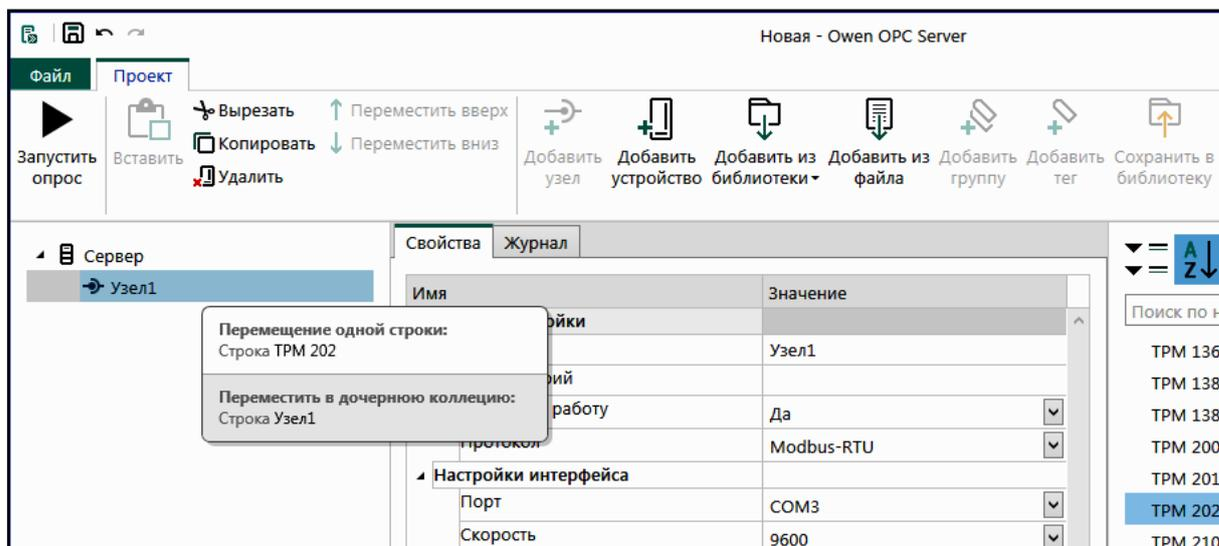

Рисунок 8. Добавление устройства в коммуникационный узел
5. Добавить необходимое устройство с помощью меню: *Добавить из библиотеки* → *Регуляторы* → *TRM202* или через контекстное меню: *Добавить* → *Устройство из библиотеки* → *Регуляторы* → *TRM202*. Устройство будет добавлено в дерево объектов. Можно также перетащить нужное устройство из библиотеки в созданный узел (рис. 8) левой клавишей мышки.